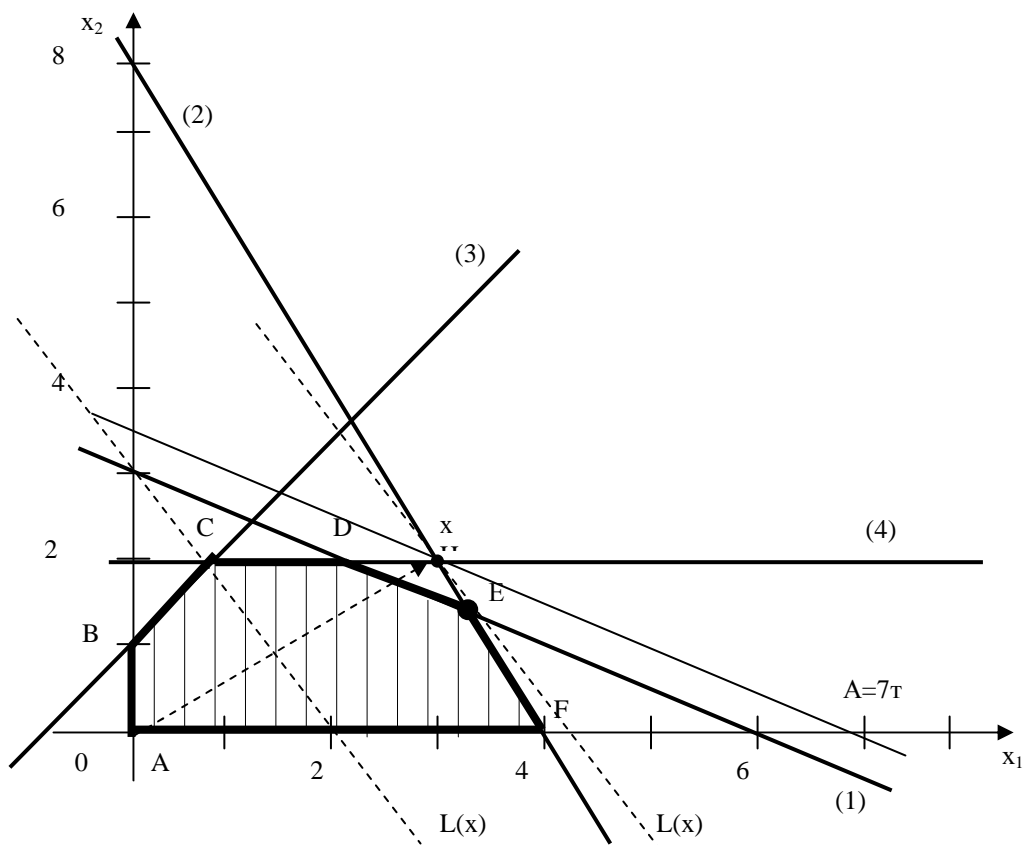

Рисунок 3.2 – Аналіз збільшення ресурсу А
При проходженні прямої (1) через точку К (рис. 3.2) багатокутник АВСКF стає ОПР, а обмеження (1) – надлишковим. Дійсно, якщо видалити пряму (1), що проходить через точку К, ОПР АВСКF не зміниться. Точка К стає оптимальною, у цій точці обмеження (2) і (4) стають зв'язними.